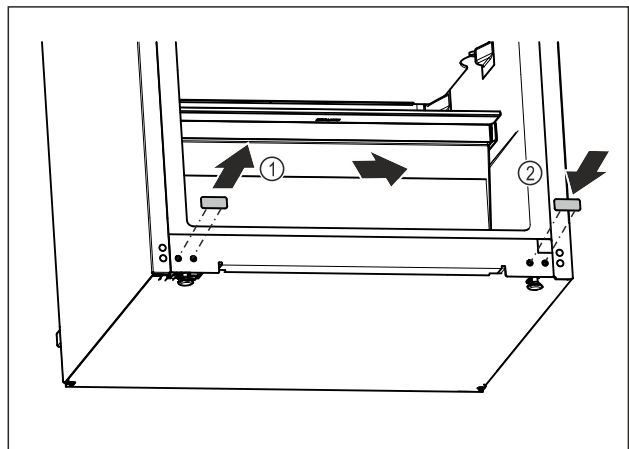

Fig. 13
- ▶ Izvucite pokrovni čep. *Fig. 13 (1)*
- ▶ Umetnite pokrovni čep na suprotnu stranu. *Fig. 13 (2)*